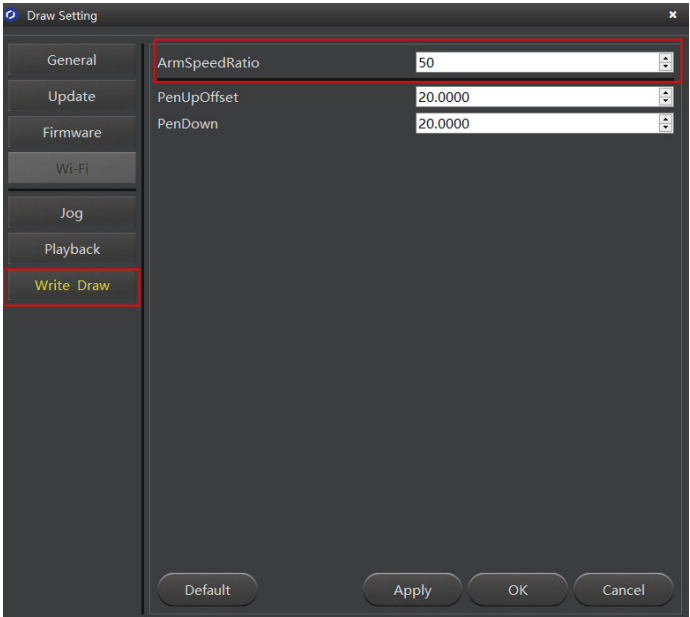

Figura 91: Configuração dos parâmetros da função Write & Draw
- 3.2. Clique em **Write & Draw** para definir **ArmSpeedRatio (%)**, **PenUpOffset (mm)**, **PenDown (mm)**, como mostrado na Figura 91.